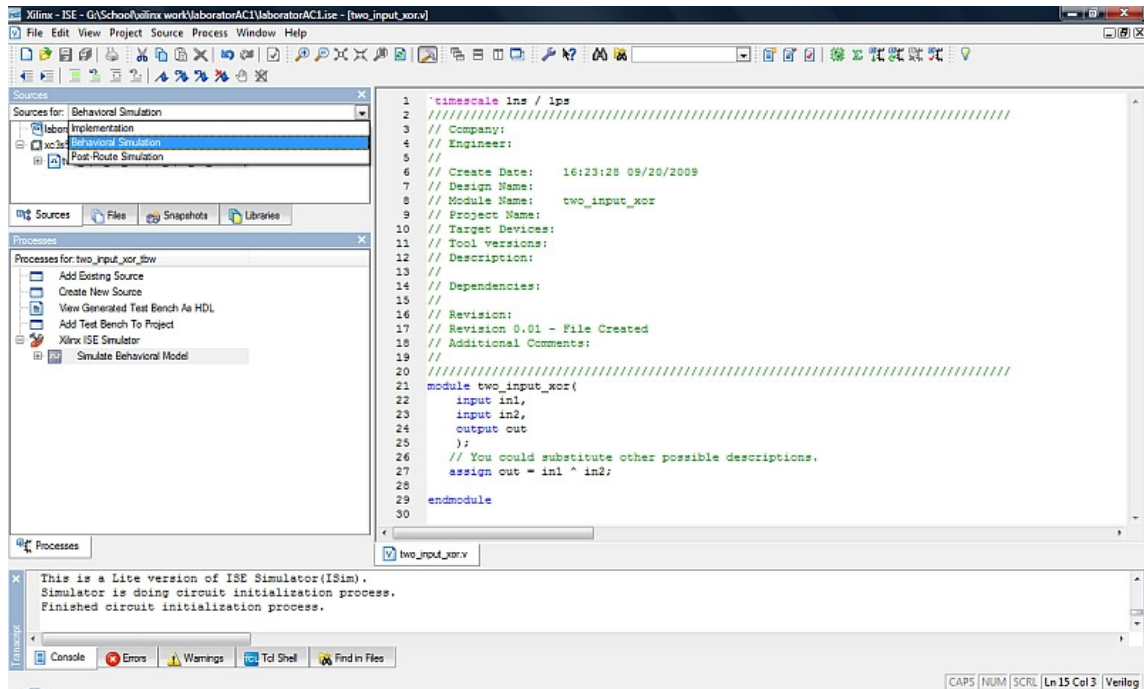

Figura 4.7
- Pentru a trece in modul de simulare se va selecta „Behavioral Simulation” din fereastra „Sources” ca in Figura 4.7.